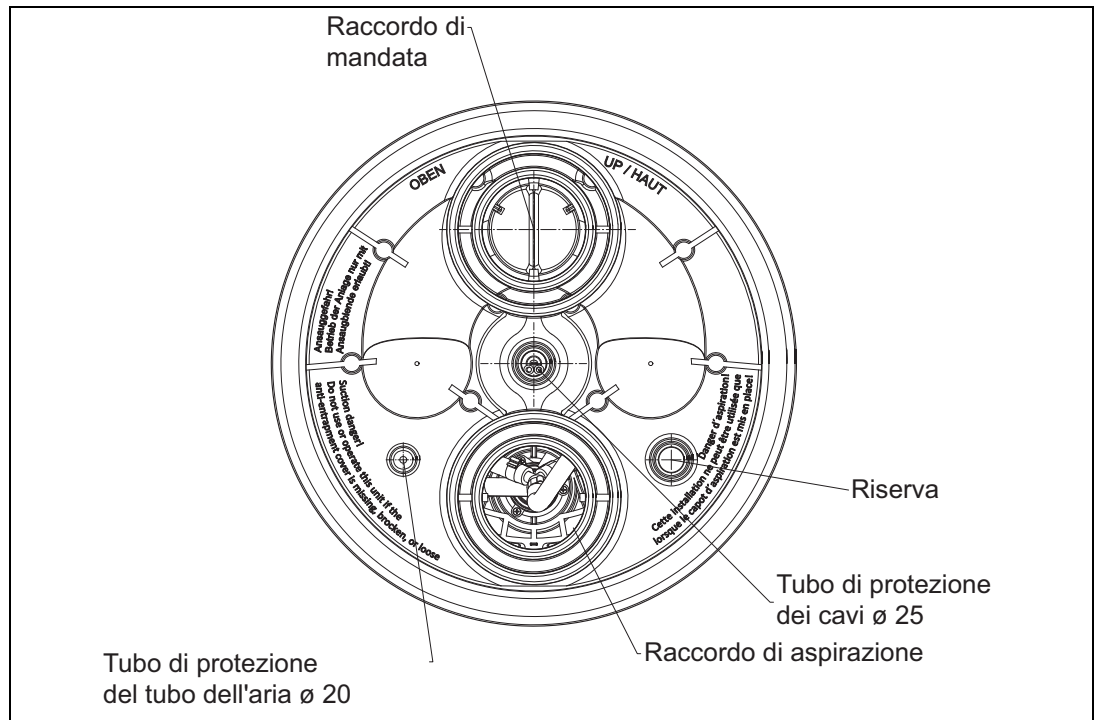

Fig. 9
1. Incollare il tubo flessibile di protezione dei cavi ed il tubo flessibile di protezione esterna del tubo dell'aria (*fig. 9*).